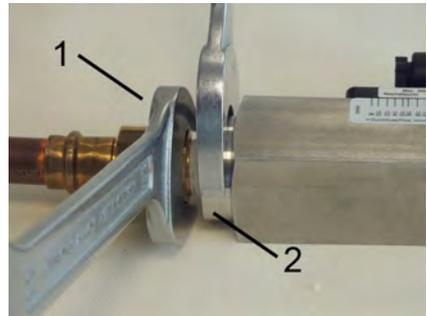

Abb. 12: Gerät einschrauben
3. ➤ Übergangverschraubung (Abb. 12/1) unter Gegenhalten der Verschraubung (Abb. 12/2) des Gerätes weiter eindrehen, bis die Verbindung dicht ist